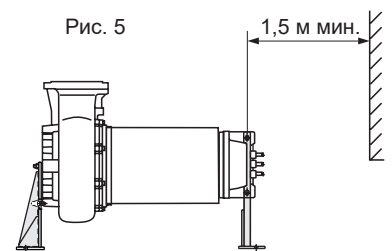

Рис. 5
- 2 - Электронасос установлен с горизонтальной осью ротора, только для K...R... N1/X1 /R, на специальных опорах и с напорным патрубком, направленным вверх (рис. 5). Установите насос в вертикальное положение. Снимите ручку и установите ее в другом положении. Поднимите насос и закрепите кронштейн на гидравлической стороне с помощью 3 прилагаемых винтов. Опустите насос, пока он не коснется пола. Снимите ручку. Установите кронштейн со стороны двигателя, используя те же болты, которые использовались для крепления ручки. Закрутите болт, входящий в комплект, в одно из 2 свободных отверстий кронштейна со стороны двигателя. Закрепите его сначала в одном отверстии и попробуйте поднять насос, определив, которое из двух отверстий использовать для установки электронасоса; при необходимости используйте другое отверстие. Удерживайте насос в центре тяжести с помощью лебедки. Для перемещения электрического насоса, когда он находится в горизонтальном положении, используйте свободное отверстие в кронштейне со стороны двигателя и прилагаемый рым-болт, закрепленный на нагнетательном патрубке. При выполнении операций с лебедкой держитесь на расстоянии от машины не менее 1,5 м.